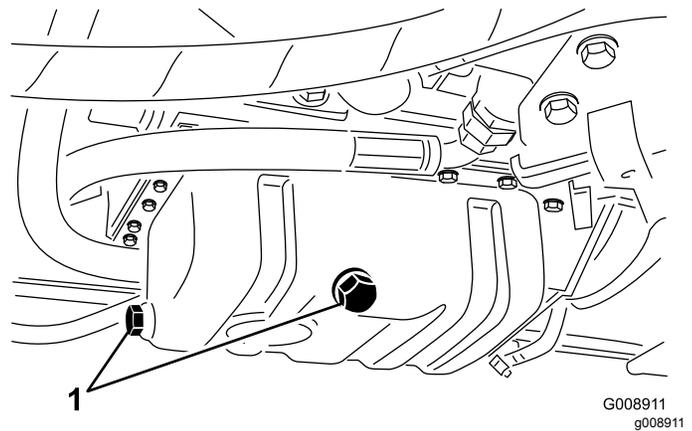

Figura 49
- Retire o tampão de escoamento (Figura 49) e deixe o óleo escorrer para um recipiente adequado.